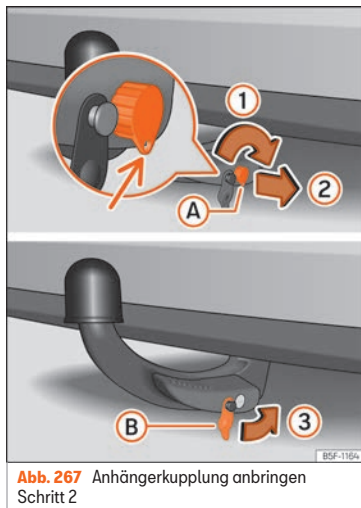

Abb. 267 Anhängerkupplung anbringen Schritt 2
- Drehen Sie den Schlüssel nur eine halbe Umdrehung nach rechts, bis sich das Loch des Schlüssels unten befindet »» Abb. 267 (1).
- Ziehen Sie den Zündschlüssel ab (2).
- Setzen Sie die Abdeckung (B) auf das Schloss (3) »» Abb. 267 »» ⚠.